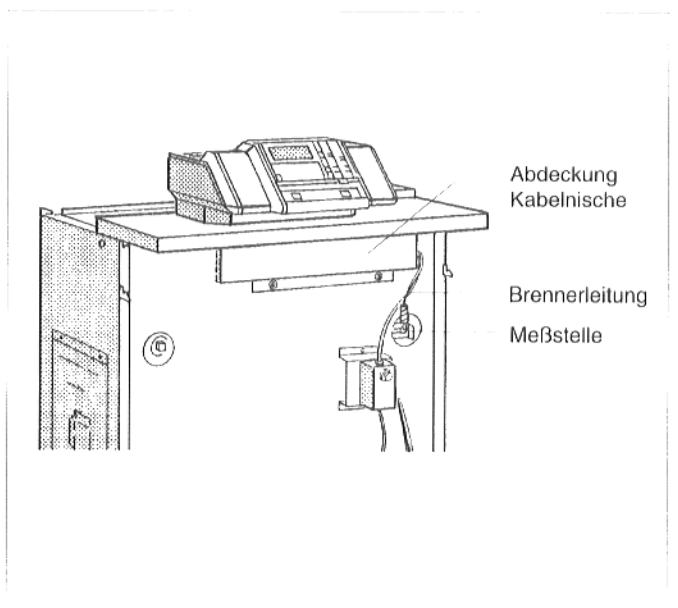

Abb. 9: Kabelnische, Meßstelle, Brennerleitung
- Abdeckung der Kabelnische abschrauben (Abb. 9).
- Kapillarrohre der Temperaturfühler und, bei "Ecomatic"-Regelung, die Kesselwassertemperaturfühlerleitung durch die Öffnung in der vorderen Kesselhaube aus der Kabelnische (Abb. 9) auf der Kesselvorderseite führen.
- Kapillarrohre und, bei "Ecomatic"-Regelung, Fühlerleitung abrollen, bis sie an die Meßstelle reichen (Abb. 9).
- Brennerleitung (Abb. 9) durch die Kabelnische und die Öffnung in der vorderen Kesselhaube zum Regelgerät führen.